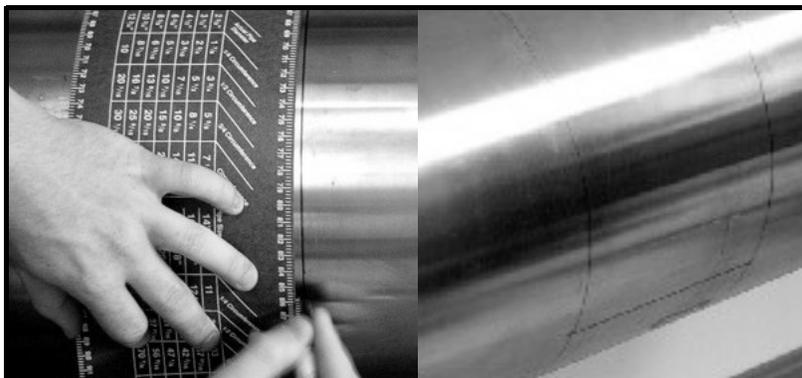

Figura 31: Marcado de la posición de las 9 del reloj
- Para encontrar el punto coincidente del otro lado de la tubería (a 180° de distancia), divida la circunferencia medida por 2 y mida la distancia a lo largo de las líneas de circunferencia desde el punto cero, como se ilustra en la Figura 31. Haga marcas en ambos lados de las líneas de circunferencia trazadas con la cinta de marcado y únalas.